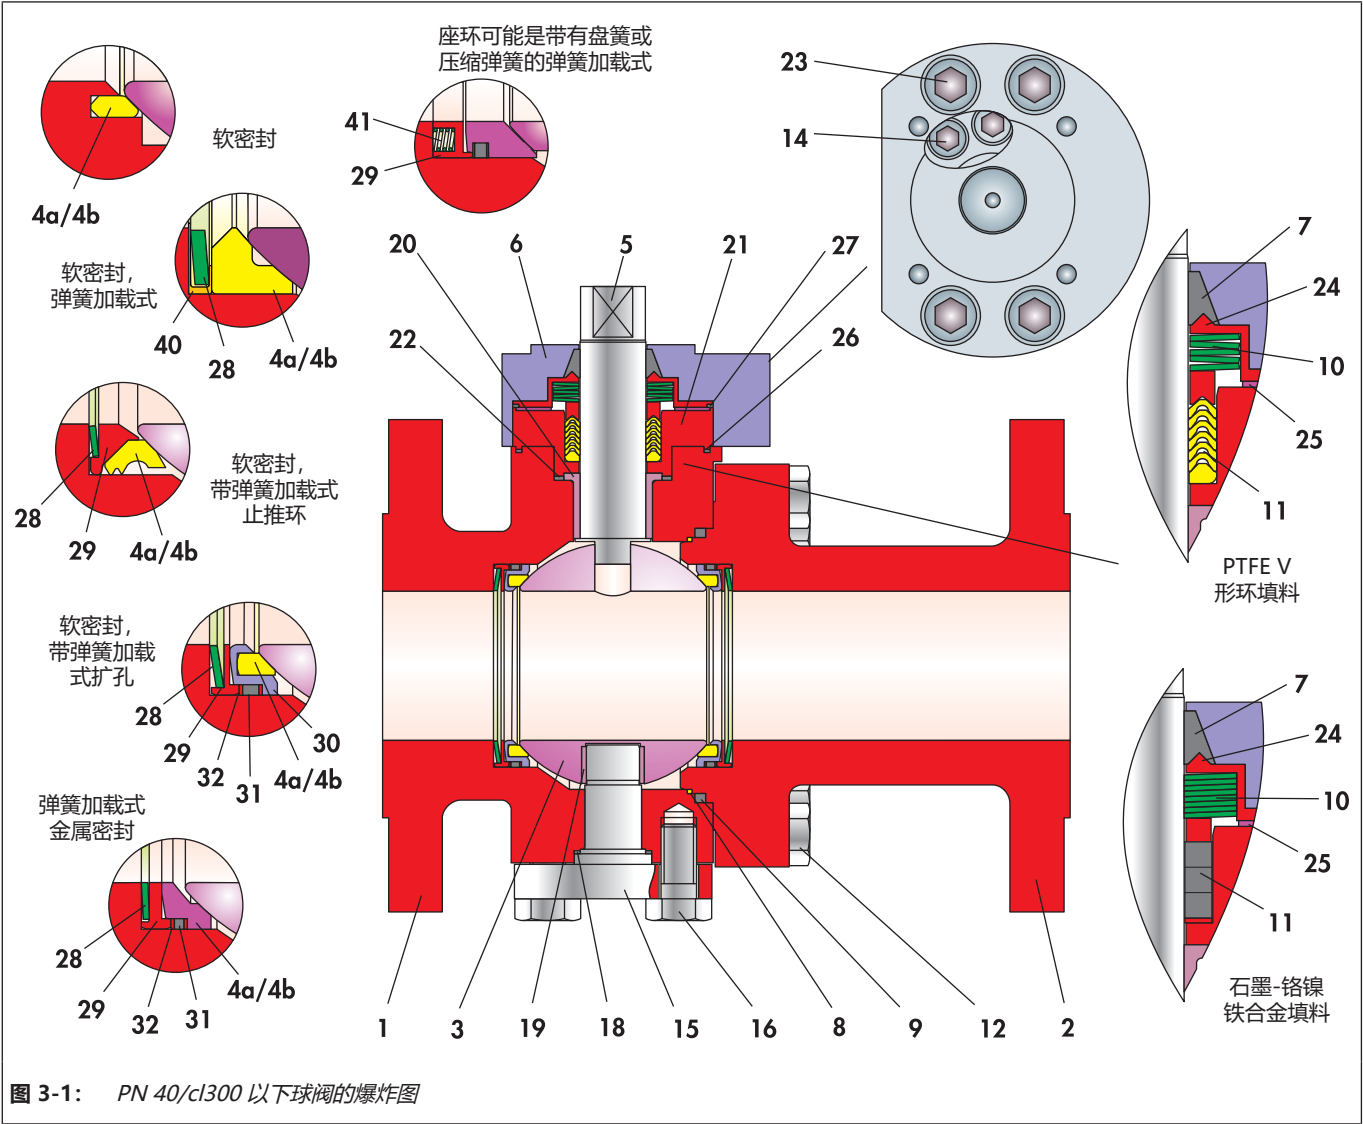

图 3-1: PN 40/cl300 以下球阀的爆炸图
在组装期间必须遵守图 3-1 中所示各个部件的位置和排布。
注意轴承套的位置，请参见图 3-1。
- ⇒ 以轻微旋转运动推动 V 形环填料 (11) 经过预组装控制轴 (5)，并将其插入填料压盖衬套 (21) 的填料位置。有关 V 形环的排布，请参见图 3-1。
- ⇒ 将盘簧组 (10) 放在填料 (11) 上。有关盘簧排布, 请参见图 3-1。
- ⇒ 将阀盘 (25) 穿过盘簧 (10) 直抵填料压盖衬套 (21)。
- ⇒ 小心地将阀环 (27) 插入衬套 (24)。
- ⇒ 推动衬套 (24) 经过控制轴 (5), 以使其停靠在盘簧 (10) 和阀盘 (25) 上。
- ⇒ 推动阀环 (7) 经过控制轴 (5), 直抵衬套 (24)。
- ⇒ 将填料箱法兰 (6) 穿过控制轴 (5) 放到主阀体 (1) 上。
- ⇒ 轻轻润滑螺钉 (23)。
- ⇒ 用螺钉 (23) 均匀调整填料箱法兰 (6) 并匀力交替拧紧。